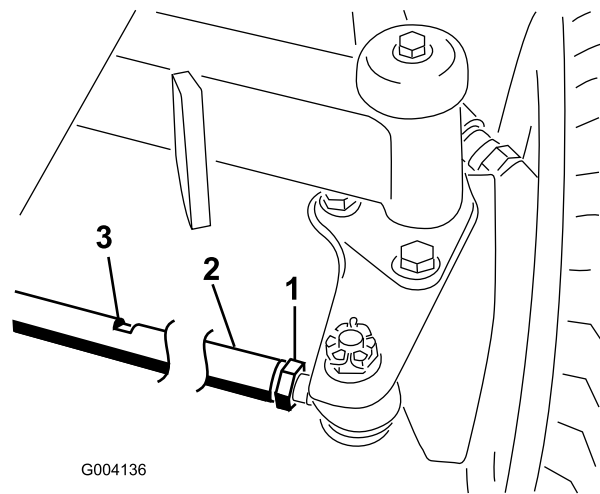

図 57
2. 各タイロッド図 57の端についているジャムナットをゆるめる。